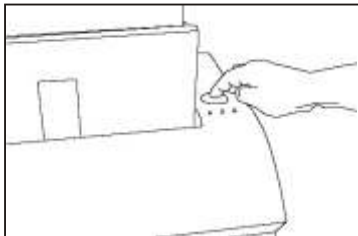

ABBILDUNG 2
3. Drücken Sie die "Bind"-Taste (Abbildung 2). Die Buchklammern schließen sich. Stellen Sie sicher, dass die Binderücken mit der Länge des Dokumentes übereinstimmen. Sollten Blätter nicht richtig gerade eingelegt sein und Sie wünschen dieses zu ändern, dann drücken Sie nochmals die "Bind"-Taste.